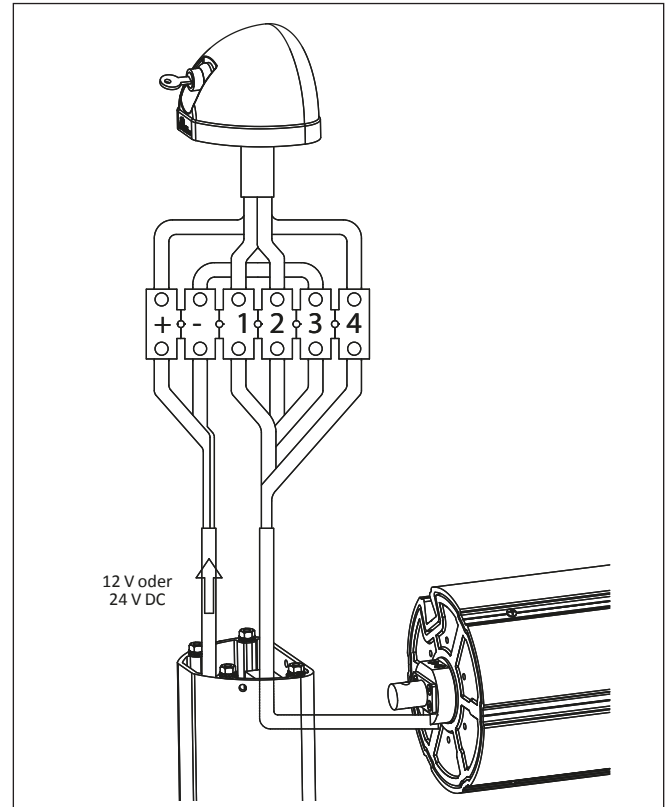

Abb. 19
4.1.2 Motor- und Schlüsselsteuerung (Abb. 19)